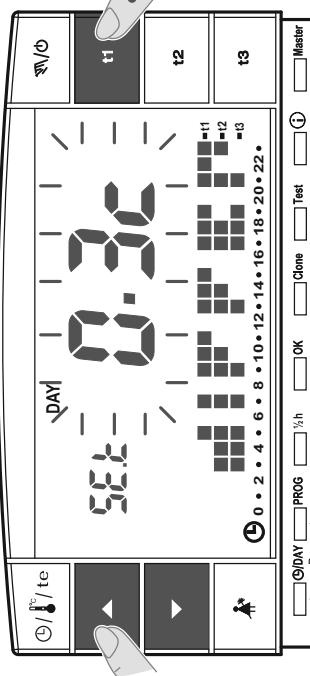

fig. 36
- Premere il tasto **t1** sino alla comparsa sul display del valore lampeggiante del differenziale esistente (esempio in fig. 36 - impostazione di fabbrica **0,3c**).
- Modificare il valore (da 0,2 a 0,7) agendo sui tasti **▲ ▼** (esempio in fig. 36).